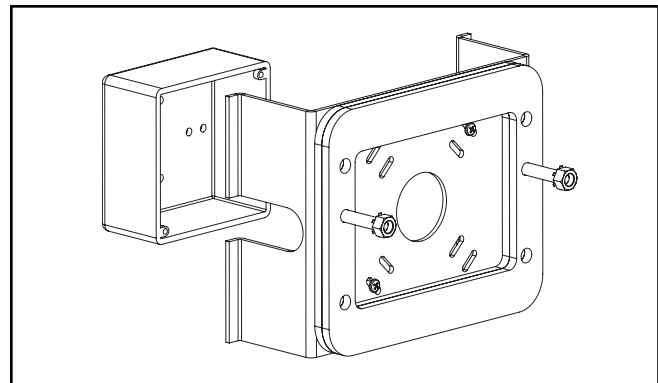

Figura 11.
4. Con los dos tornillos suministrados con la caja de conexión, fije la placa a la caja de conexión, con las juntas y pernos orientados en dirección contraria a la pared. (Figura 11).